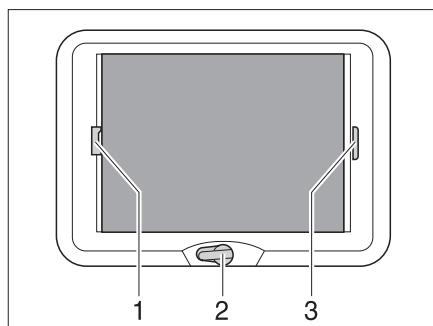

Fig. 95 Oblò a manovella
- Ruotare la manovella (Fig. 95,2) fino a quando non si incontra resistenza (angolo di apertura max. 70°).
**Chiusura:** ■ Tirare la tendina oscurante pieghevole per la maniglia (Fig. 95,3) e rilasciarla alla posizione desiderata. La tendina oscurante pieghevole rimane in questa posizione.
**Chiusura:** ■ Tirare la protezione contro gli insetti per la maniglia (Fig. 95,1) verso la maniglia contrapposta della tendina oscurante pieghevole (Fig. 95,3) e farla innestare.
**Apertura:** ■ Tirare la maniglia della protezione contro gli insetti (Fig. 95,1) dietro, verso l'alto, e sganciare la protezione contro gli insetti dalla tendina oscurante pieghevole (Fig. 95,3).